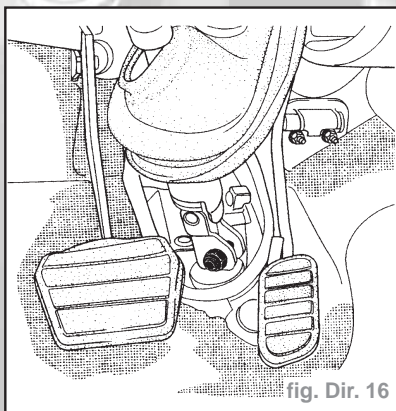

fig. Dir. 16
- Mettre les roues droites et déposer par l'habitacle, l'écrou et la vis à came de la chape rabattable (fig. Dir. 16).